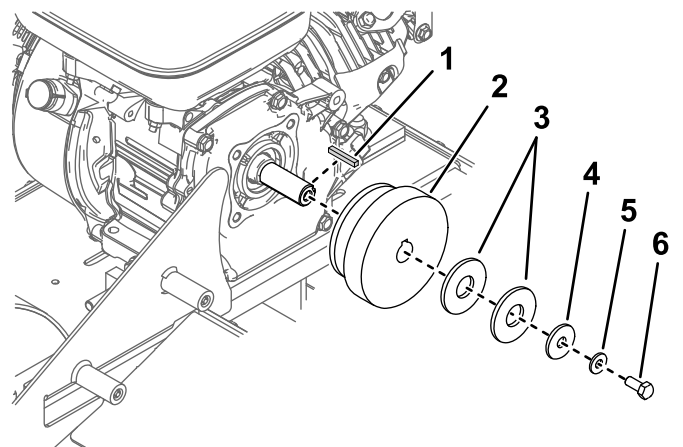

Figure 3
5. Déposez la poulie d'embrayage (Figure 3).